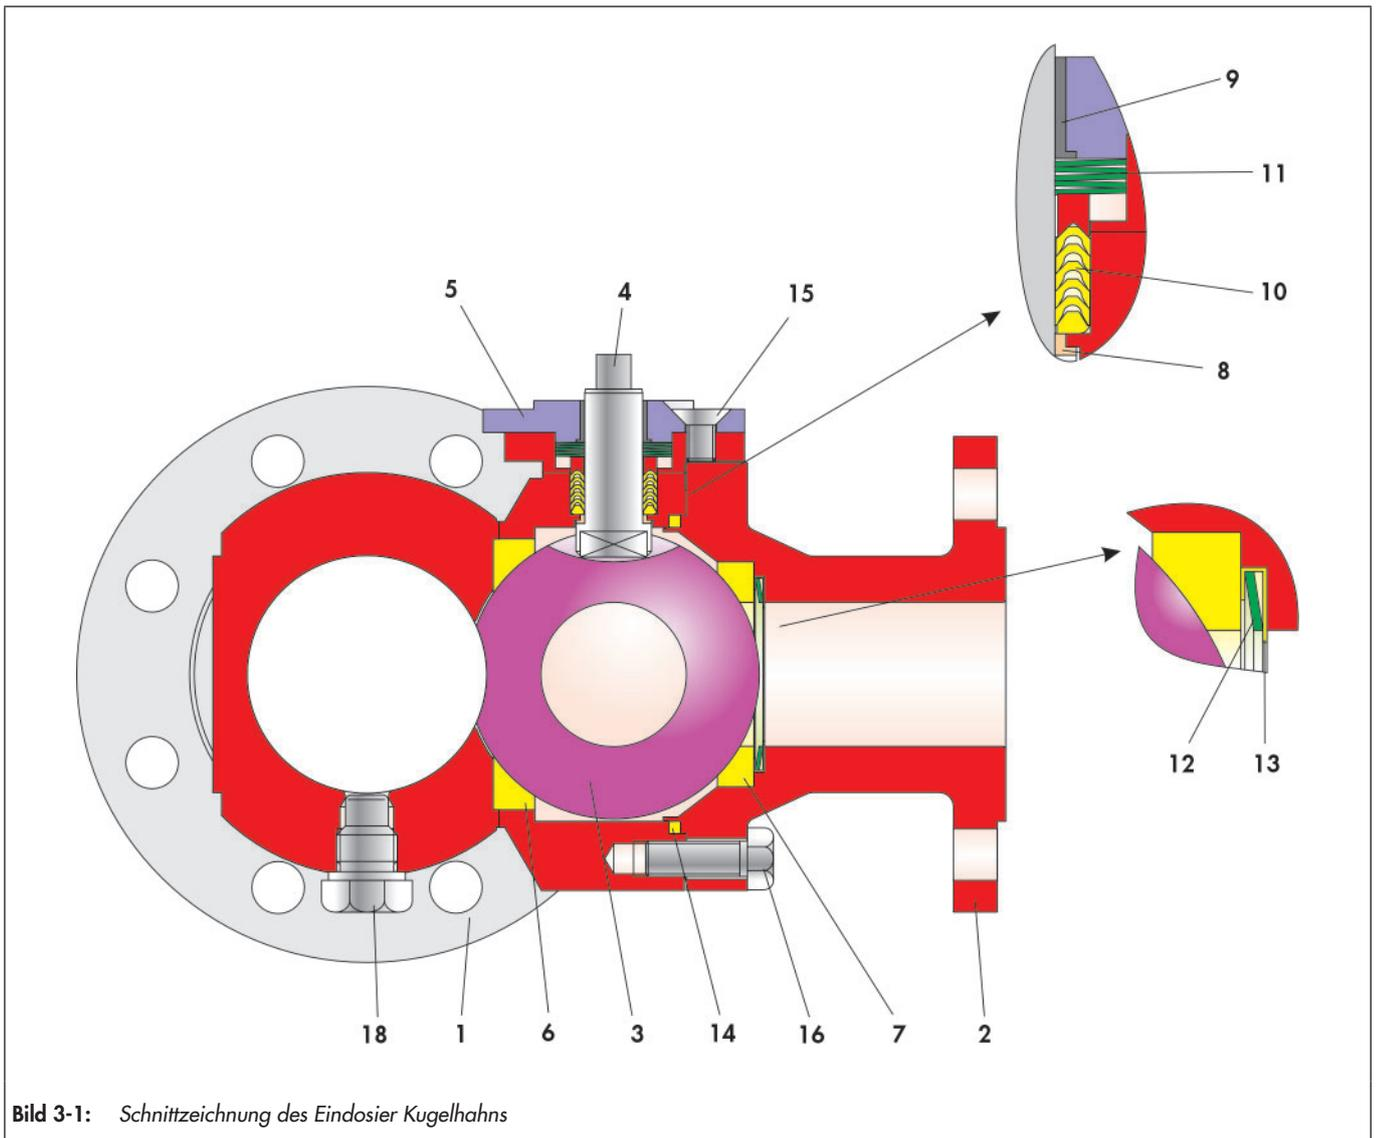

Bild 3-1: Schnittzeichnung des Eindosier Kugelhahns
Die in Bild 3-1 dargestellte Lage und Anordnung der Einzelteile ist bei der Montage einzuhalten.
- ⇒ *Abhängig von der Nennweite können Stiftschrauben (16) mit Muttern (17) oder Schrauben (16) verbaut sein.*
- ⇒ Dachmanschettenpackung (10) mit einer leicht drehenden Bewegung über die montierte Schaltwelle (4) schieben und in die Packungsaufnahme des Grundgehäuses (1) einlegen. Anordnung der V-Ringe vgl. Bild 3-1.
- ⇒ Tellerfedersatz (11) auf die Packung legen, Anordnung der Tellerfedern vgl. Bild 3-1.
- ⇒ Lagerbuchse (9) in den Stopfbuchsflansch (5) eindrücken.
- ⇒ Stopfbuchsflansch (5) über die Schaltwelle auf das Gehäuse aufsetzen und mit den gefetteten Schrauben (15) justieren.